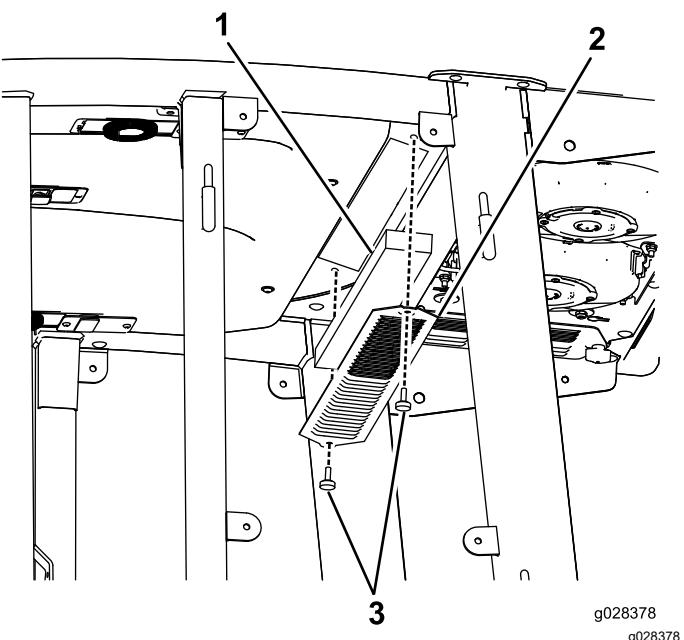
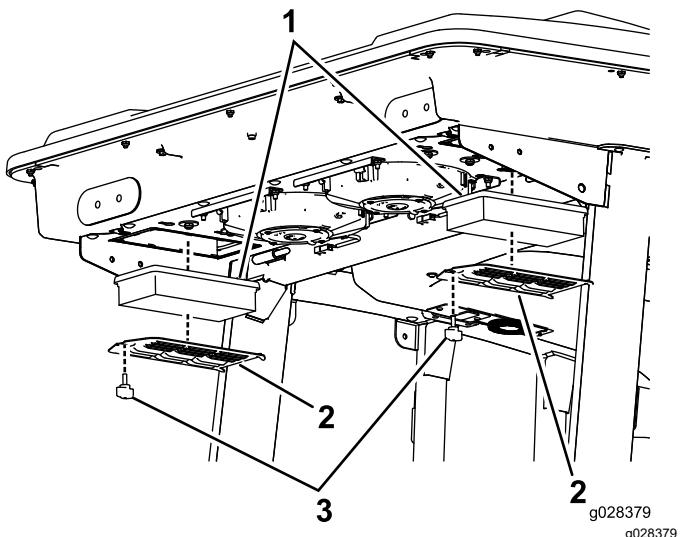

Bild 134
Bild 135
1. Nehmen Sie die Schrauben und Gitter von den internen und hinteren Kabinenluftfiltern ab (Bild 134 und Bild 135).